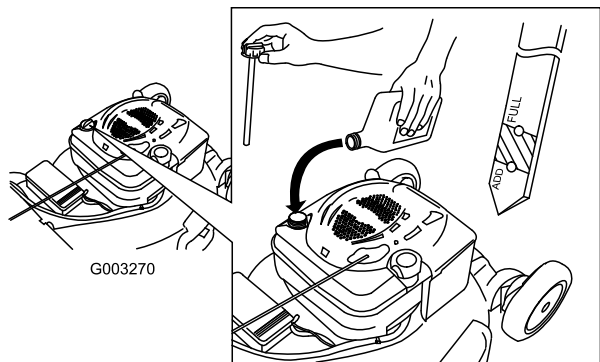

Figura 12
1. Retire la varilla, límpiela, y vuelva a colocarla (Figura 12).
2. Retire la varilla y compruebe el nivel de aceite (Figura 12). Si el nivel de aceite está por debajo de la marca "Add" de la varilla, vierta **lentamente** aceite en el tubo de llenado hasta que el nivel llegue a la marca "Full" de la varilla. **No llene demasiado.** (Capacidad máxima: 0,59 l (20 onzas), tipo: SAE 30, aceite detergente con clasificación de servicio API SF, SG, SH, SJ, SL o superior.)